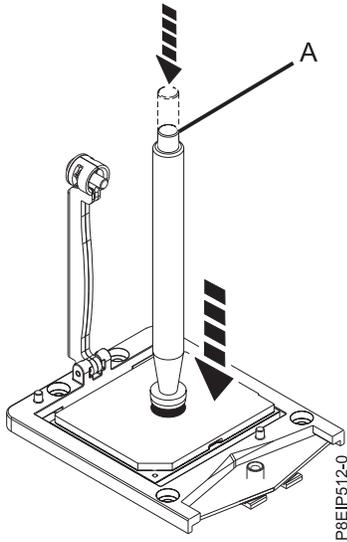

Figure 69. Abaissement de l'outil de retrait sur le module processeur système
3. Abaissez le stylet d'aspiration sur le module processeur système à installer. Appuyez à fond sur le haut du stylet (**A**) et maintenez le stylet au centre du module processeur comme indiqué dans la figure 69, à la page 63. Relâchez le haut du stylet pour fixer ce dernier sur le module processeur.